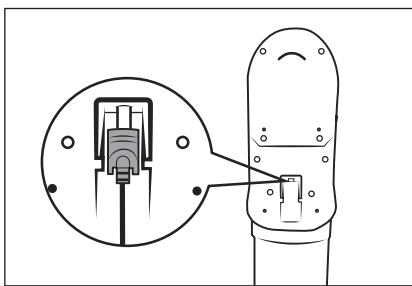

Fig. 8
- Rechargez la batterie ② dès que l'indicateur de batterie ⑧ indique une faible charge résiduelle de la batterie ② .
- L'appareil s'éteint peu après l'affichage d'une batterie vide ② .
- L'aspirateur peut également être rechargeé directement via l'adaptateur secteur ⑩. Pour ce faire, retirez la fiche creuse ⑪ du support mural ⑬ en la tournant légèrement et insérez-la dans la prise de recharge ③ de l'appareil (voir fig. 8).